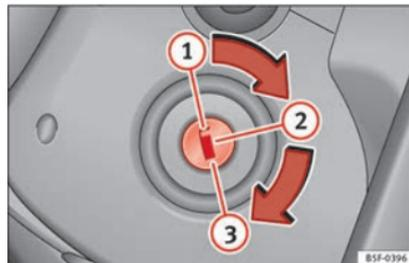

Fig. 168 Posições da chave da ignição.
Nesta posição, » Fig. 168 a ignição e o motor estão desligados, podendo bloquear a direção.
- Rode a chave da ignição para a posição »» **Fig. 168** . A luz de controlo  acender-se-á em caso de pré-incandescência do motor.
- Rode a chave da ignição até à posição » » Fig. 168 ①.